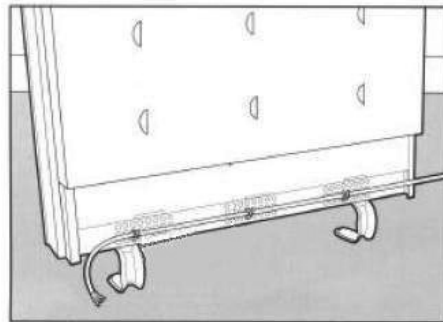

Figura 6
7. Si el cable de conexión al acumulador viene del lado izquierdo, este se asegurará a la parte trasera mediante unas grapas que encontrará en la bolsa de accesorios. (Figura 6)